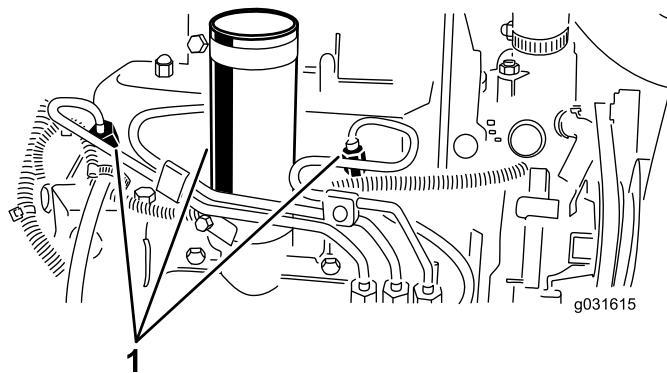

Рисунок 53
1. Ослабьте соединение трубы к соплу № 1 и держателю в сборе (Рисунок 53).